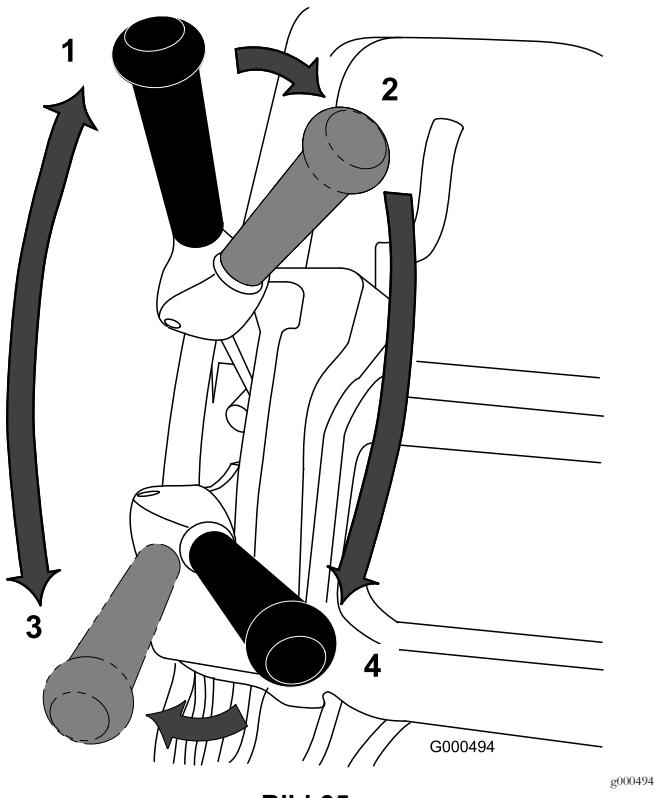

Bild 35
1. Schalten Sie die Maschine ein, stellen Sie die Geschwindigkeitsregelung in die NULL-Stellung, drücken Sie den Holm nach unten, um die Schneideeinheit anzuheben, drücken Sie die elektronische Sicherheit, stellen Sie den Fahrantriebshebel in die AKTIVIERTE Stellung (Bild 35) und erhöhen langsam die Einstellung der Geschwindigkeitsregelung, um den Mäher auf die Kante des Grüns zu transportieren.
3. Deaktivieren Sie den Fahrantriebshebel, schieben Sie ihn dann nach links und vorne, damit der Fahr- und Spindelantrieb eingekuppelt wird (Bild 35).